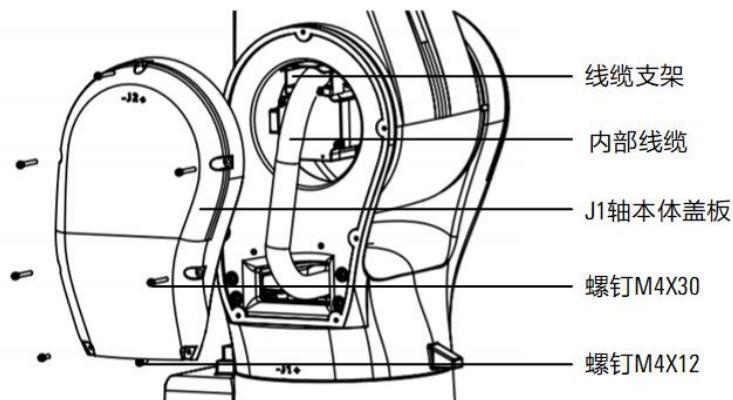

图 12-3 肩部内部线缆检修
- 步骤1. 拆卸 J1 轴本体盖板，如图 12-3 所示；